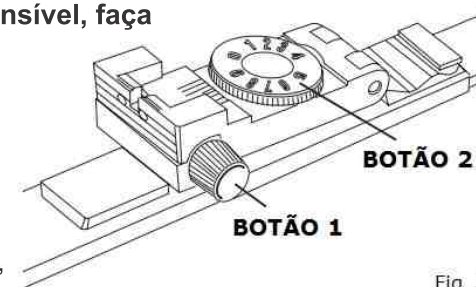

Fig. 3
- Se o tiro desviar para a esquerda do alvo, gire o **BOTÃO 1** no sentido horário (Fig. 3).
- Se o tiro desviar para a direita do alvo, gire o **BOTÃO 1** no sentido anti-horário (Fig. 3).
- Se o tiro for muito alto, gire o **BOTÃO 2** no sentido horário (Fig. 3)
- Se o tiro for muito baixo, gire o **BOTÃO 2** no sentido anti-horário (Fig. 3)